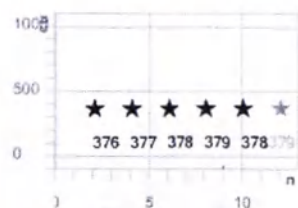

Рис. 105 Пороги ART
4. В область на рис. 105 показаны пороги ART в единицах μV для каждого стимулирующего электрода (см. раздел 5.14), если приложению MAESTRO удалось определить порог ART соответствующего одиночного измерения. Эта область отображается только в качестве результата функции роста амплитуды.